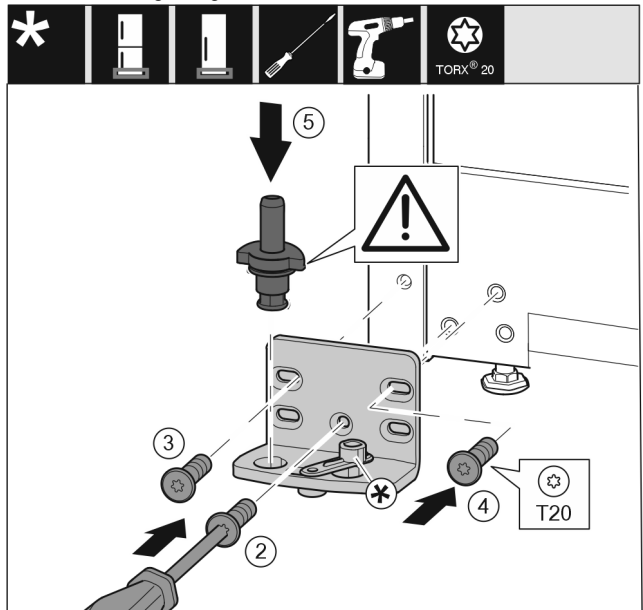

Fig. 16
- ▶ Ležajni podstavek namestite na drugo stran in privijte s pomočjo izvijača T20. Pričinite z vijakom 2 spodaj na sredini. *Fig. 16 (2)*
- ▶ Privijte vijaka 3 in 4. *Fig. 16 (3,4)*
- ▶ V celoti vstavite ležajni sornik. Pri tem pazite na to, da je zaskočni zapah obrnjen nazaj. *Fig. 16 (5)*